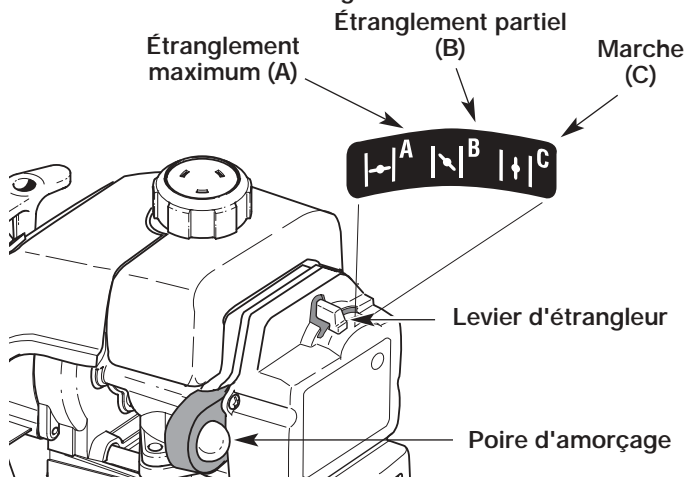

Fig. 7
3. Enfoncez complètement la poire d'amorçage et relâchez-la lentement 10 fois de suite. Vous devriez voir du carburant dans la poire (Fig. 7). Si vous ne voyez rien, appuyez trois (3) fois de plus ou jusqu'à ce que le carburant apparaisse.
4. Mettez le levier d'étrangleur en position d'étranglement **MAXIMUM (A)** (Fig. 7).